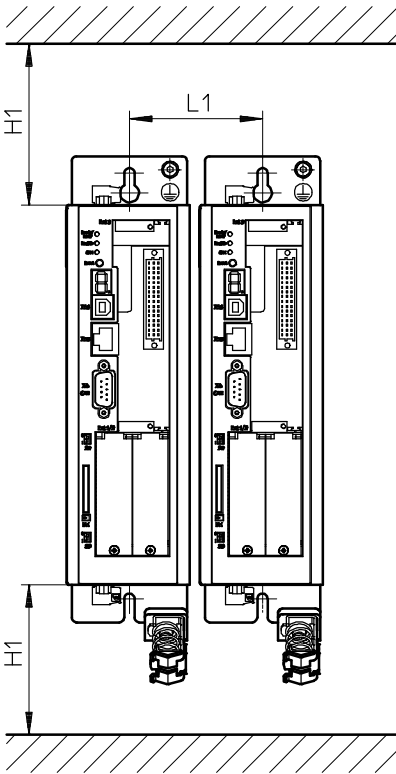

Fig. 3.4 Contrôleur de moteur CMMP-AS-...-M3 : Distance et espace de montage
- Les contrôleurs de moteur de la gamme CMMP-AS-...-M3 sont conçus de façon à ce qu'il soit possible de les monter en ligne sur une plaque de montage évacuant la chaleur en cas d'usage et d'installation corrects et conformes. Nous attirons votre attention sur le fait qu'une surchauffe peut entraîner un vieillissement prématuré et/ou l'endommagement de l'appareil. En cas de contrainte thermique élevée imposée au contrôleur de moteur CMMP-AS-...-M3, il est recommandé de respecter une certaine distance de montage (→ Fig. 3.4).